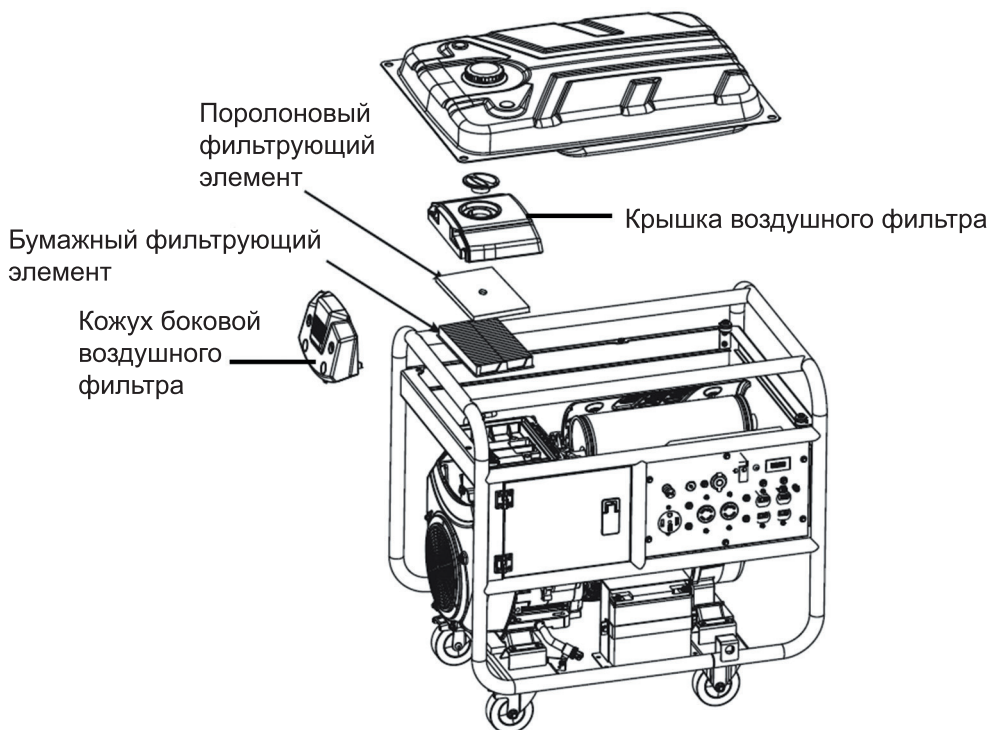

Рис. 29
1. Снимите боковой кожух воздушного фильтра, открутив два винта крепления (рис. 29).
2. Снимите крышку воздушного фильтра (рис. 29).